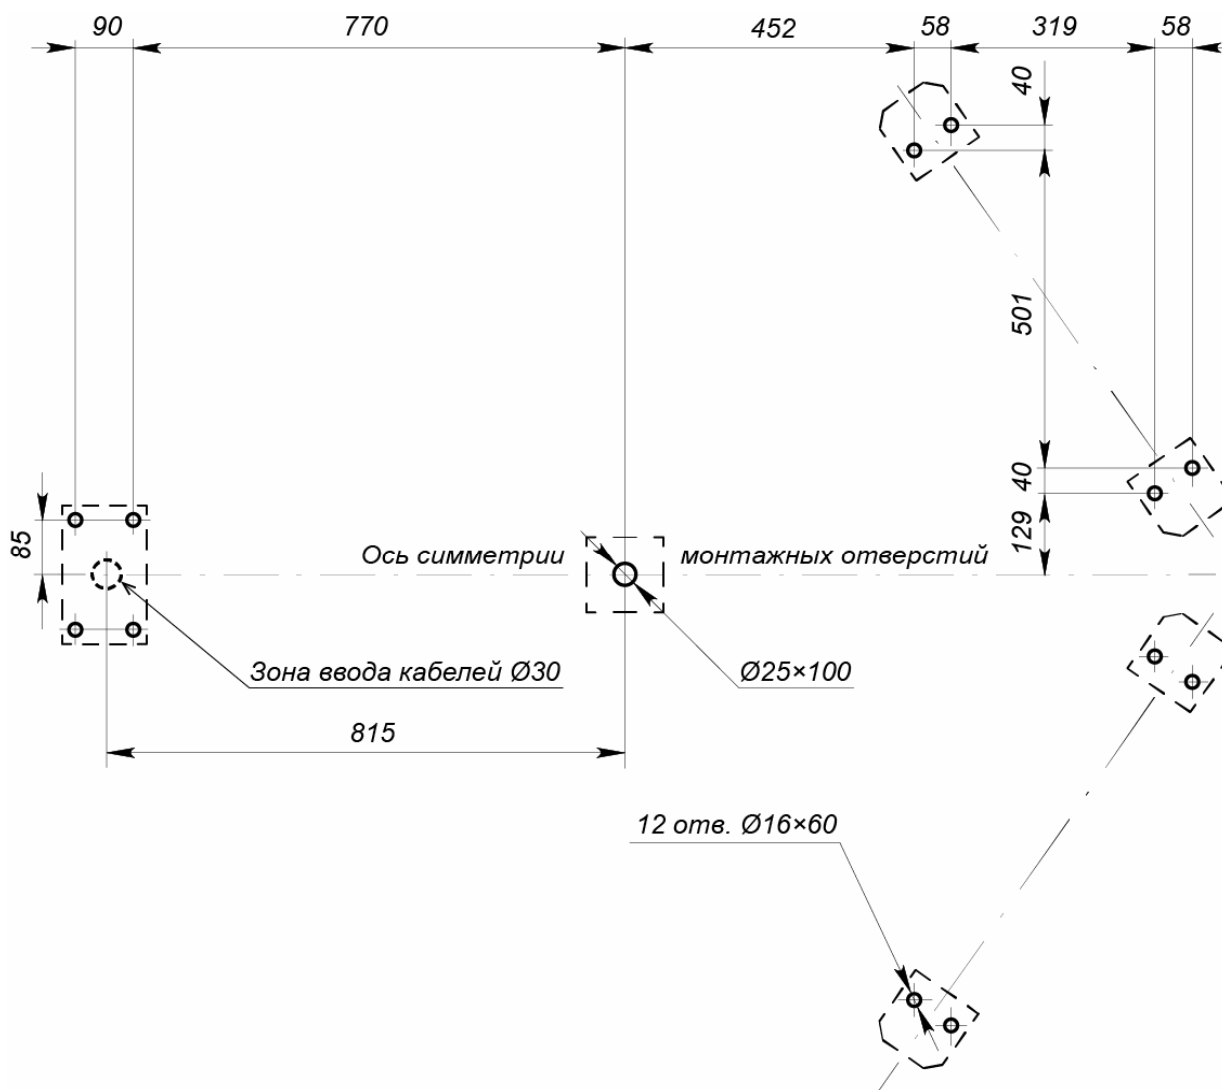
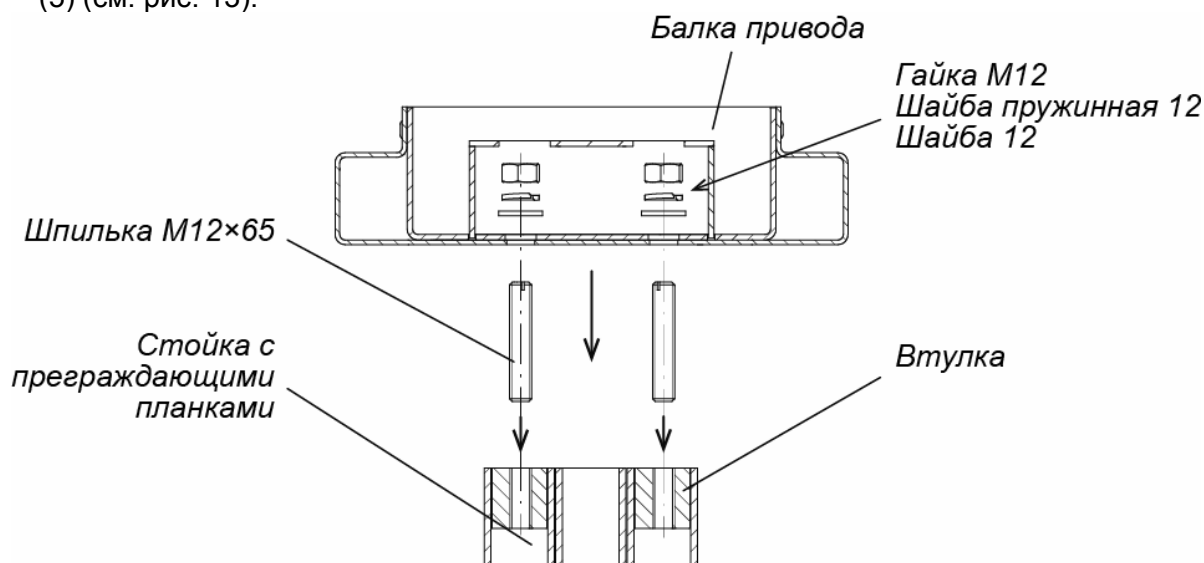
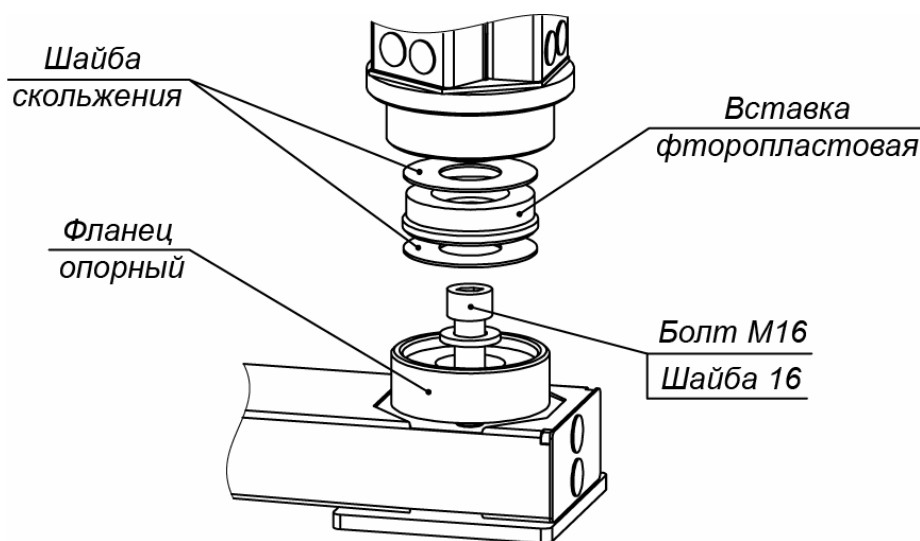

Рисунок 12. Схема разметки для установки турникета
Рисунок 13. Крепление балки привода к стойке с преграждающими планками
Рисунок 16. Нижний узел вращения ротора.
3. Выполните на установочной поверхности разметку отверстий для монтажа турникета. Используйте шаблон из комплекта поставки, но затем обязательно проверьте истинность расстояний в соответствии с рис. 12.
5. Произведите разделку отверстий и, при необходимости, кабельных каналов. Проложите в кабельных каналах необходимые кабели питания (13, 16), устройства *Fire Alarm* (14), ПДУ (15) и дополнительного оборудования, концы кабелей выведите к зоне ввода кабелей в турникет (см. рис. 12).
- Установите секции (6) формователя прохода на установочную поверхность, ориентируя отверстия в опорных фланцах по расположению анкеров. При этом левая и правая секции должны быть правильно выставлены и сориентированы: блоки индикации (11) формователей должны быть развернуты от оси симметрии (см. рис. 12).
9. Распакуйте и установите стойку с преграждающими планками (5) (ящик №4, работайте вдвоем!):
- Вверните две шпильки М12×65 в верхнюю часть стойки с преграждающими планками (5) (см. рис. 13).
- Положите стойку с преграждающими планками на установочную поверхность таким образом, чтобы фланец находился рядом с зоной ввода кабелей (рис. 12). Затем, используя монтажную проволоку, протяните кабели питания турникета (13), питания подсветки прохода (16) и кабели управления через нижнее отверстие в стойке с преграждающими планками со стороны фланца вверх по стойке до выхода из ее верхнего отверстия. Отрегулируйте длину концов кабелей на выходе из верхнего отверстия, которая должна составлять не менее 1 м.
- Установите стойку с преграждающими планками на отверстия с анкерами в установочной поверхности вдоль оси симметрии, при этом фланец должен встать на зону ввода кабелей, а место нижнего узла вращения (3) – на отверстие с анкером М16 (см. рис. 12). Вставьте на место опорный фланец нижнего узла вращения (см. рис. 16).
10. Из ящика №5 распакуйте и установите лист (7) сверху на формирователь прохода (работайте вдвоем!):
- Сориентируйте лист (7) так, чтобы две шпильки, установленные в секциях, прошли через него, а две грани листа, вдоль каждой из которых расположен ряд из четырех отверстий, имеющих с нижней стороны листа выборку большего диаметра, находились бы над секциями.
- Аккуратно удерживая лист на весу, протяните кабели от блоков индикации (12) от левой и правой секции формирователя прохода через соответствующие отверстия в листе. Окончательно установите лист на место, будьте внимательны, не повредите кабели! Обратите внимание на то, чтобы установленные на секциях резьбовые втулки вошли в отверстия в листе, обеспечивая плотное прилегание листа к поверхностям секций.
11. Из ящика №1 распакуйте и установите балку привода (8) (работайте вдвоем!):
- Придерживая балку, осторожно приподнимите ее поочередно с каждой из сторон и пропустите концы кабелей в соответствующие отверстия балки привода: кабели индикации (12) из формователя прохода, а также кабели питания и управления из стойки с преграждающими планками.
- Закрепите балку привода четырьмя гайками M12 с шайбами (см. рис. 13 и 15), накрутив их на шпильки с помощью торцового ключа S19. Затяжка гаек предварительная, для возможности регулировки положения;
- Стяните лист (7) с балкой привода (8) снизу двумя винтами M6×30, вкрутив их в резьбовые отверстия со стороны стойки с преграждающими планками.
12. Соберите ротор (1) (работайте вдвоем!):
- Соберите нижний узел вращения (3) ротора в стойке с преграждающими планками (5) (см. рис. 16). Две шайбы скольжения и находящаяся между ними фторопластовая вставка должны лежать в узле без перекосов, опираясь на всю опорную поверхность, симметрично относительно оси ротора (верхняя шайба скольжения приклеена к валу ротора). При этом гладкие поверхности шайб скольжения должны быть ориентированы на вставку. Допускается применение на поверхностях скольжения молибденовой смазки.